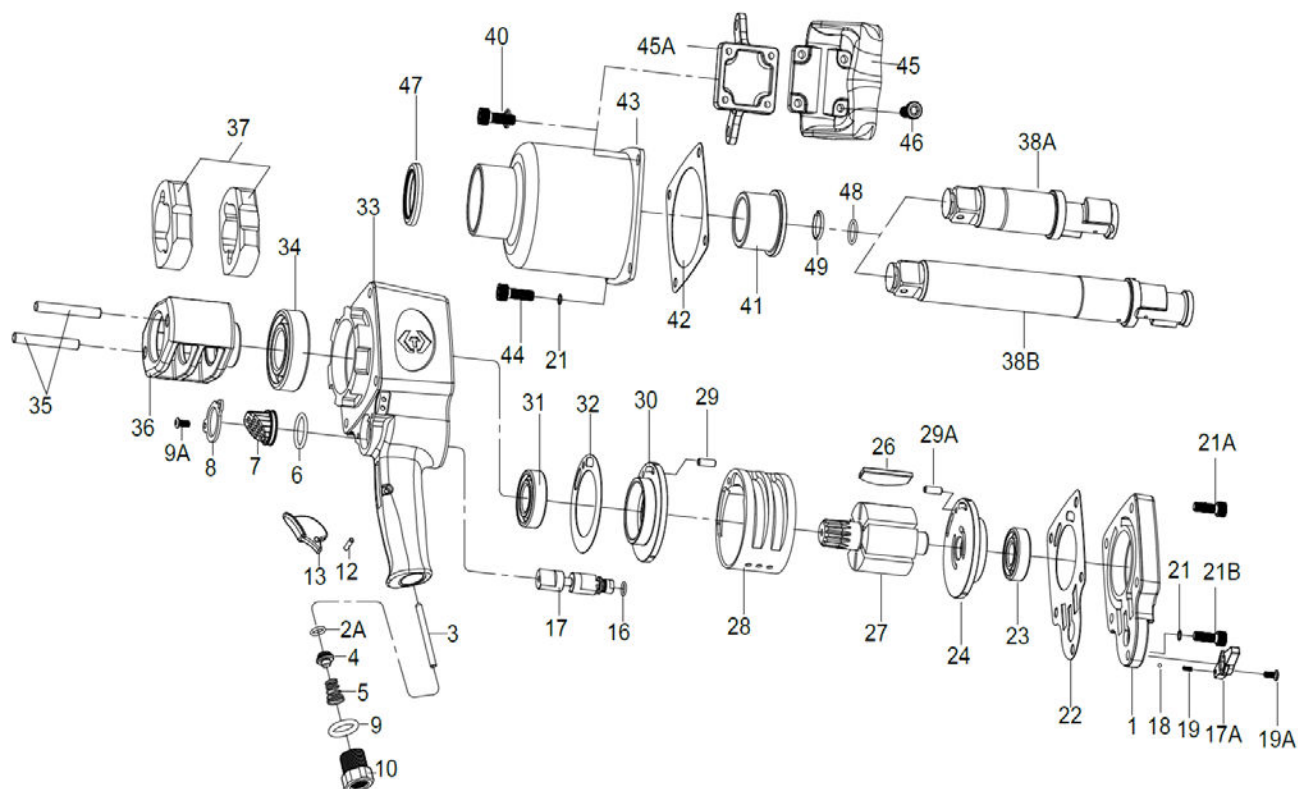

Рис. 3
- Управление гайковёртом осуществляется с использованием пускового курка (Рис. 3, п. 13), который находится под указательным пальцем. При нажатии на курок сжатый воздух поступает в рабочую полость двигателя и вращает ротор. Следует учесть, что после того как Вы отпустите курок вращение механизма будет осуществляться ещё несколько секунд. В целях безопасности, кладите гайковёрт после того как он полностью остановился.
- Регулировка усилия осуществляется вращением переключателя реверса (Рис.3, п.17). Режимы «закручивание» (F) и «откручивание» (R) устанавливаются им же.